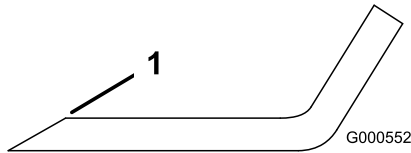

Bild 90
- Schärfen Sie die Schnittkante an beiden Enden des Schnittmessers mit einer Feile (Bild 90).
**Hinweis:** Feilen Sie, wenn das Schnittmesser nicht ausgewuchtet ist, vom Flügelbereich des Messers etwas Metall ab (Bild 90).